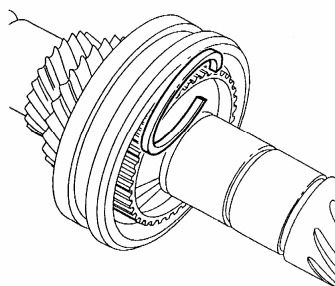

图 12-79 确定卡簧厚度
- ④卡簧 5 固定用于第 5 挡的齿轮。厚度可根据表 12-3 来确定。
(10) 确定卡簧的厚度时, 测量和放置 (图 12-79) 最厚的并且刚好可放入的即可。卡簧 4 和卡簧 5 可供选择的厚度见表 12-3 所列。